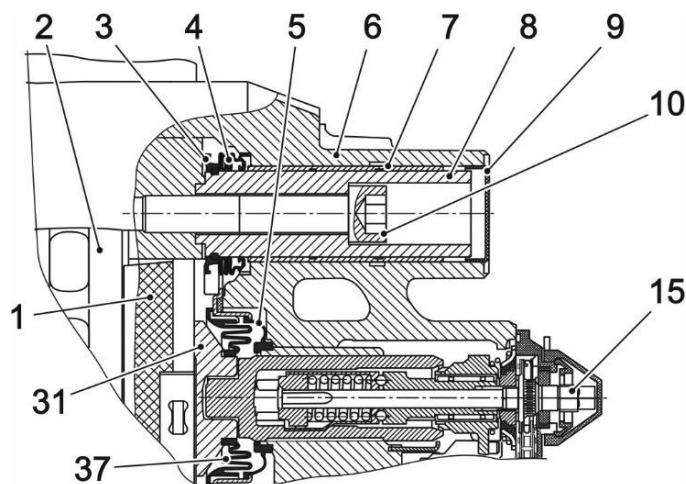
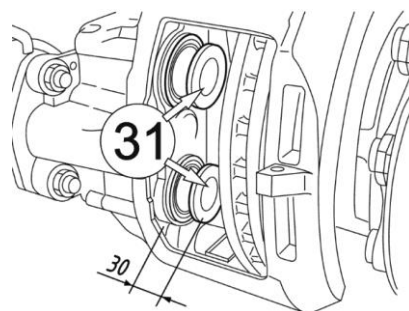
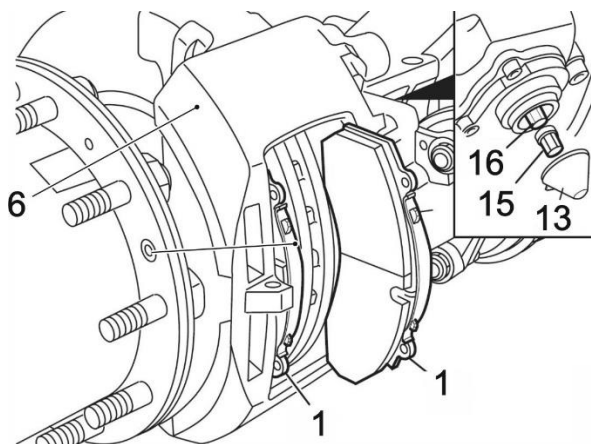

Рис. 12.15 Проверка уплотнительных деталей
Рис. 12.16 Проверка упоров с пыльниками
**Рис. 12.18 Снятие колодки**
Направляющая втулка 8 (рис. 12.15) герметизируется гофрированным пыльником 4 и крышкой 9. Эти уплотнительные детали не должны иметь каких-либо повреждений. Проверить правильность установки деталей.
1. Снять тормозные колодки и выдвинуть упор 31 (рис. 12.15), вращая переходник 15 по часовой стрелке до тех пор, пока не станет виден гофрированный пыльник (см. рис.12.16).
Не следует вывинчивать упор 31 более, чем на 30 мм (см. рис.12.16).
5. Снять за специальный язычок заглушку 13 (рис. 12.18) с регулятора. Эту операцию выполнять осторожно, чтобы не потерять переходник 15. Вращая переходник 15 регулятора 16 против часовой стрелки, полностью завинтить упор с гофрированным пыльником 31 (см. рис. 12.15).
Перед установкой тормозных колодок следует полностью вывернуть упор 31 (рис. 12.16), вращая против часовой стрелки переходник 15 (рис. 12.18) регулятора.